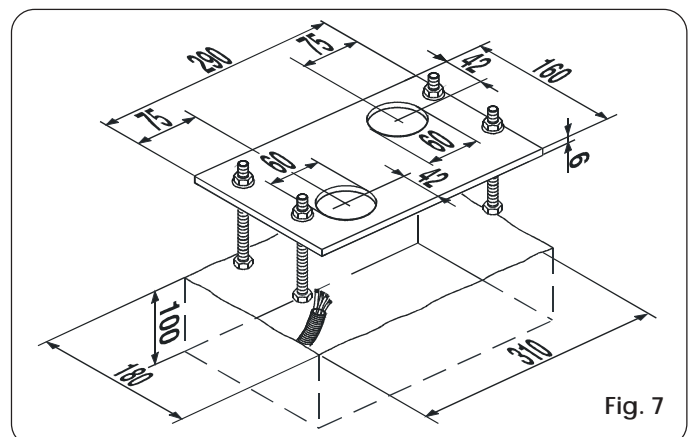

Fig. 7
- 3) Maak een funderingssokkel zoals op Fig. 7 en metsel de funderingsplaat in met één of meer hulzen voor elektriciteitskabels. Controleer met een waterpas of de plaat perfect horizontaal is. Wacht tot het cement gehard is.